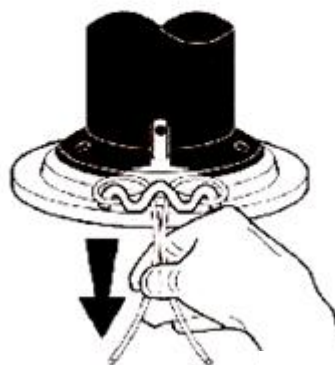

Рис. 3
5. Затяните получившийся узел (Рис.3).